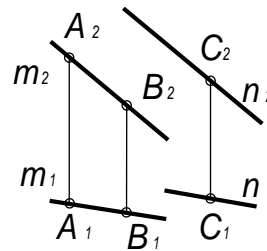

Рис. 4
- 4) двумя параллельными прямыми (рис. 4). Сравните с 1), 2), 3);